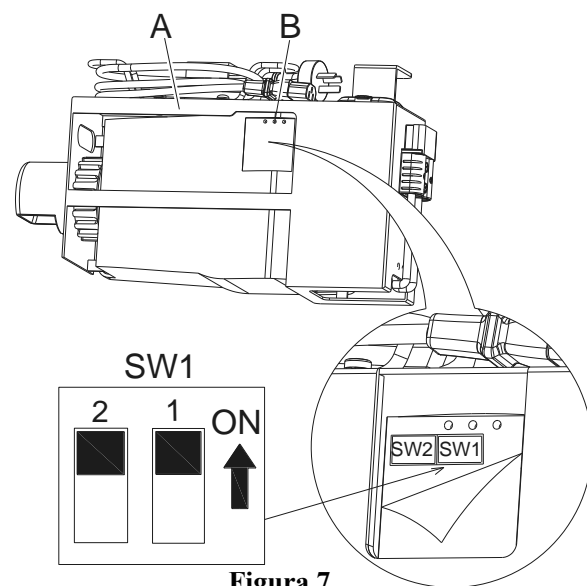

Figura 7
1. Spegner la macchina e smontare il caricabatterie incorporato (A, Figura 7) dalla macchina. Quindi aprire la targhetta sul coperchio del carica-batterie (B, Figura 7) trovare 2 serie di dipswitch (SW1 ed SW2) nel caricabatterie.